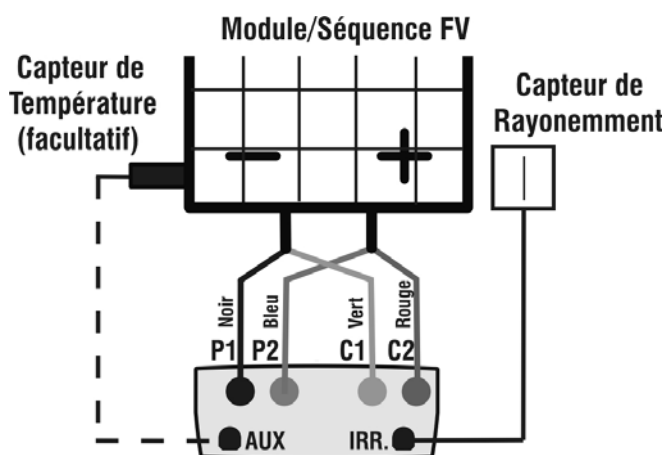

Fig. 7a : Connexion de l'instrument au module/chaîne PV M304
20. Connecter l'instrument au module/chaîne sous test comme il est montré dans la Fig. 7a suivante. Relier notamment le pôle négatif de sortie du module/chaîne aux bornes P1, C1 et le pôle positif de sortie du module/chaîne aux bornes P2, C2. En mode d'activation «Auto» est recommandé l'aide de l'accessoire optionnel KITKELVIN